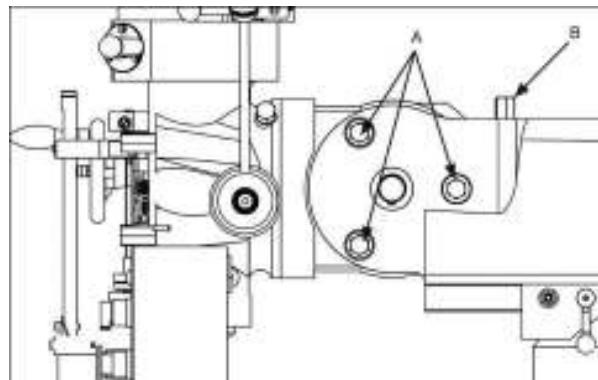

Рисунок 17 (Показан JTM-949LTS)
- Ослабьте три зажимных болта переходника консоли (А, Рис. 17). Достаточно ослабить болты на пол-оборота, чтобы фрезерную головку можно было наклонять.